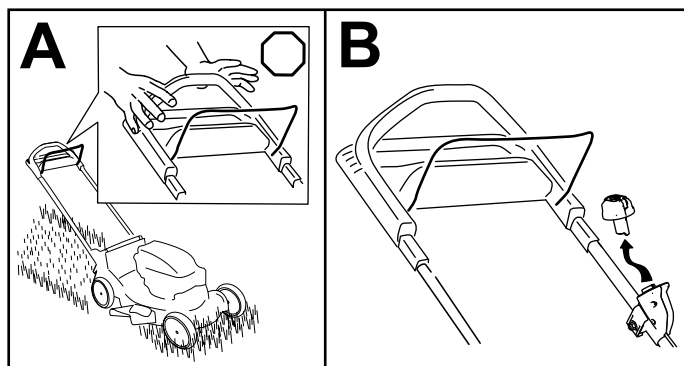

Figura 17
1. Suelte la barra de control de la cuchilla (**Figura 17, A**).
2. Retire el botón de arranque eléctrico del arrancador eléctrico (**Figura 17, B**).